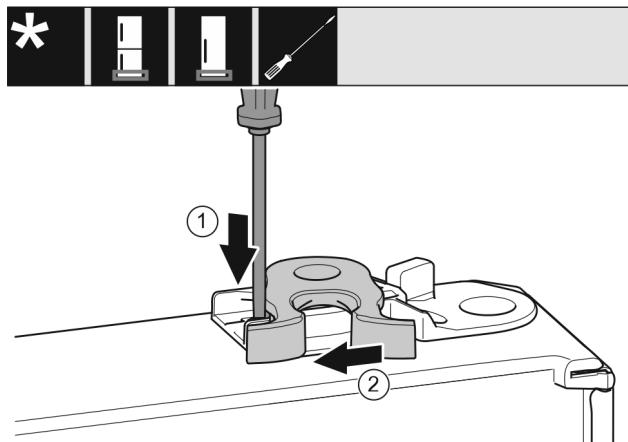

Fig. 16
- Shtypni për poshtë gjuhëzën me një kaçavidë me kokë petë. Fig. 16 (1)
- Nxirri jashtë nga foleja udhëzuese grepat e mbylljes. Fig. 16 (2)
- Shtyni poshtë grepat e kapjes në folenë udhëzues në anën tjetër. Fig. 16 (3)